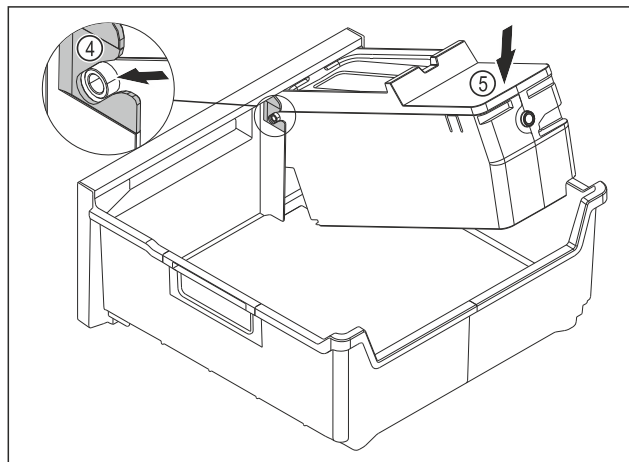

Fig. 86
- ▶ Montirajte glavni del EasyTwist-Ice: Osi glavnega dela EasyTwist-Ice potisnite v vodila Fig. 86 (4).
- ▶ Glavni del EasyTwist-Ice Fig. 86 (5) potisnite zadaj navzdol.